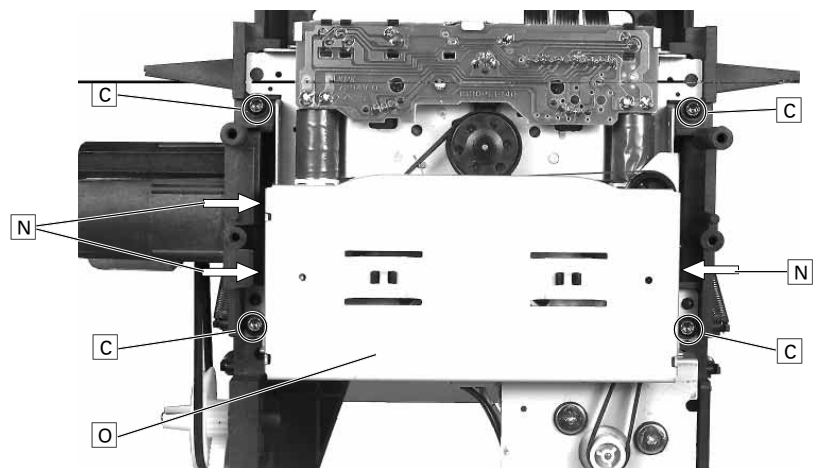

Fig. 11
**6. Laufwerk ausbauen, Fig. 11**
- 4 Schrauben (C) herausdrehen.
**5. Removing the drive mechanism, Fig. 11**
- Undo 4 screws (C).
- 3 Schrauben **N** herausdrehen und Laufwerkabdeckung **O** abnehmen (Fig. 11).
- Undo 3 screws **N** and take the cover **O** off the drive mechanism (Fig. 11).